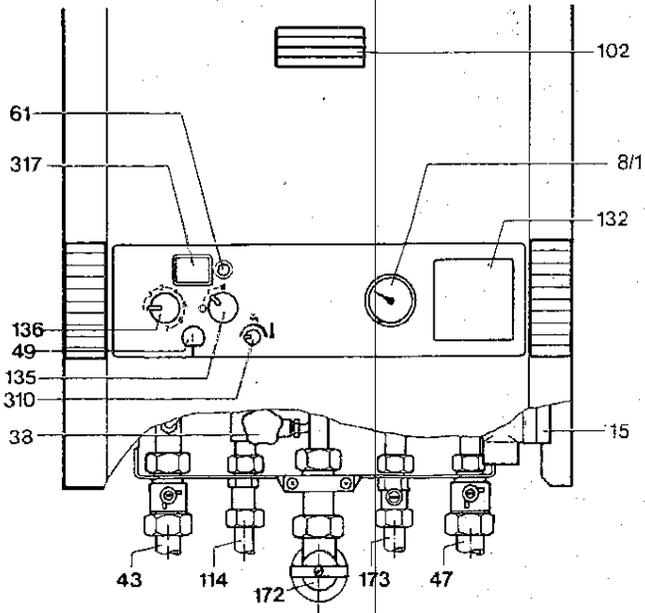

Fig. 15
En las calderas combinadas ZWR puede ajustarse la temperatura de salida en el selector de temperatura de agua sanitaria entre 40 ° C y 60 ° C. (Fig. 15 pos. 310. pag. 12).
- Llenado del circuito de calefacción. Para ello, aflojar el tornillo de cierre del purgador automático (pos. 27 de las fig. 1, 2 y 3), abrir la llave de llenado (pos. 38, fig. 15). Purgar los radiadores. La instalación de calefacción se llenará hasta aproximadamente una presión de 1,5 bar.